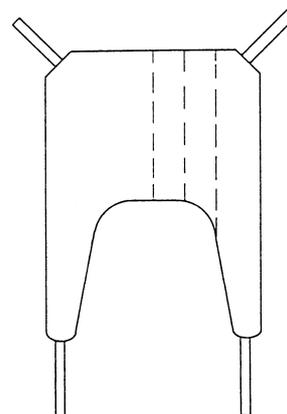

Abb. 8
- Den Gurt längs bis zur Hälfte einrollen (**Abb. 8**).